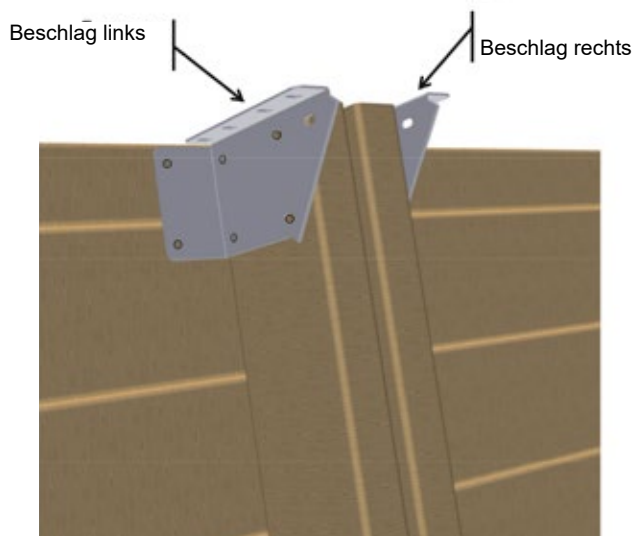

Abbildung 18 – Positionierung der Beschläge am oberen Ende der Streben
- Bringen Sie am oberen Ende der Streben vier «rechte» und vier «linke» Beschläge aus dem Kit «Befestigungselemente» wie in **Abbildung 18** an. Verwenden Sie 6 Torx-Gewindeschrauben 6 × 20 aus A2 Edelstahl (Pack G) pro Beschlag, also insgesamt 72 Schrauben.